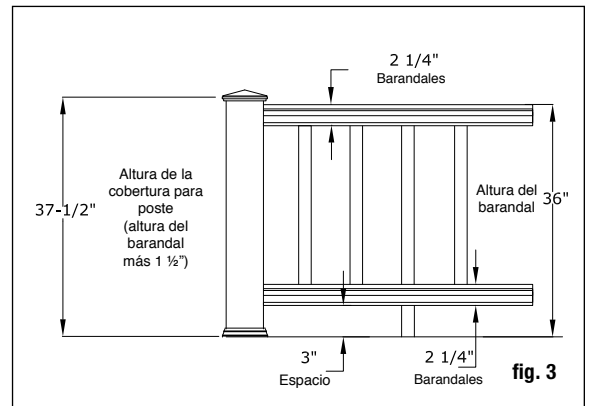

fig. 3
Paso 5 Recorte las coberturas de postes de 4x4 a la longitud adecuada. Si planea utilizar un tope de poste, las cubiertas de poste deben ser por lo menos 1-1/2 pulg. más largas que la altura del barandal (fig. 3). Ejemplo: Para un barandal de 36" de altura, recorte la cobertura del poste a un mínimo de 37-1/2", o más larga si lo desea; puede dejarse más larga si se desea. Deslice una cobertura de poste recortada sobre cada poste de barandal de 4x4. Utilice cuñas según sea necesario para crear un ajuste cómodo. Deslice una cenefa para base de poste sobre cada cobertura.
Paso 8 Arme el barandal inferior interior y el conjunto de bloque de apoyo. Se requiere un bloque de apoyo centrado cada 2 pies. Consulte los códigos de construcción para ver el espacio máximo entre la superficie de la terraza y la parte inferior del barandal. Se recomienda dejar 3", pero puede ser más o menos si los códigos lo permiten (fig. 3). Recorte los bloques de apoyo a la altura deseada y pretaladre agujeros de 1/8" en los lugares apropiados. Los agujeros deben estar centrados en el barandal interior para que los bloques de apoyo encajen apropiadamente. Usando los conectores de los bloques de apoyo, sujete los bloques de apoyo a la cara inferior del barandal interior.